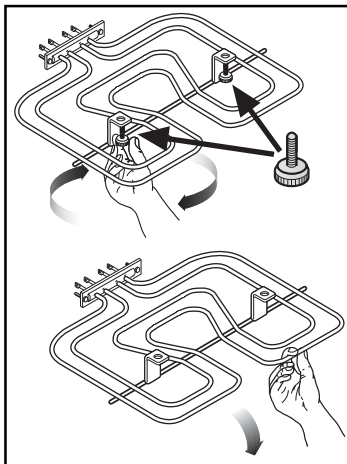

Abb. 9
- Hierfür die Rändelschrauben (siehe Abb. 9) herausdrehen. Dazu evtl. einen Schraubendreher verwenden.